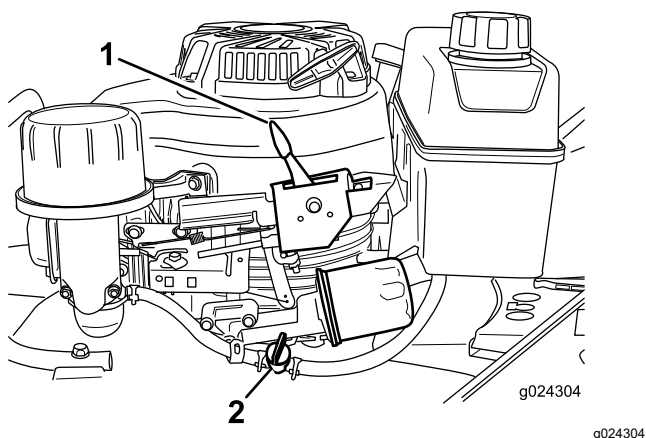

Figure 14
2. Ouvrez le robinet d'arrivée de carburant (Figure 14).
3. Réglez la commande d'accélérateur (Figure 14) en position Starter.
Relâchez la barre de commande de la lame et placez la commande d'accélérateur (Figure 14) en position Arrêt.
Remarque: Fermez le robinet d'arrivée de carburant (Figure 14) si vous ne prévoyez pas de démarrer le moteur tout de suite après.